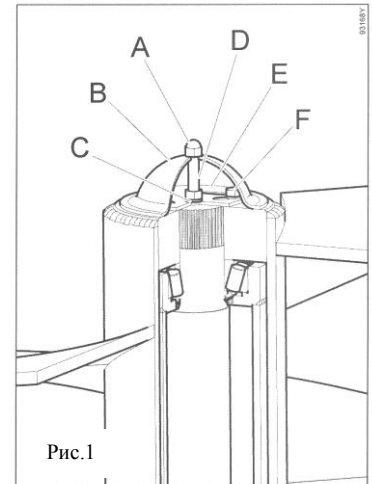

Рис.1
Открутить колпачковую гайку А (рис.1), снять крышку В, открутить гайку + шайбу С, шпильку D, и болты F (M16x1,5) крепления пластины E.
Проверить состояние подшипника скольжения А (рис.5) запрессованного в шнек. В случае повреждения или износа заменить подшипник. Смазать подшипник скольжения Литолом 24 ГОСТ 21150-87. Установить шнек на конический подшипник совместив шлицы вала и втулки шнека. Зазор между шнеком и основанием смесительной камеры должен быть ~ 10мм. Установить болты F (рис.1). Ввернуть шпильку D. Гайкой С через шайбу и пластину Е притянуть приводной вал к пластине. Установить крышку В и зафиксировать колпачковой гайкой А.
В правой передней части смесителя с двух сторон от поперечного транспортера расположены болты (рис.1) позволяющие регулировать натяжение транспортера или выровнять его смещение относительно рамы. Для того чтобы провести регулировку натяжения транспортера необходимо:
- ослабить по два болта С (рис.1) с обеих сторон от транспортера;